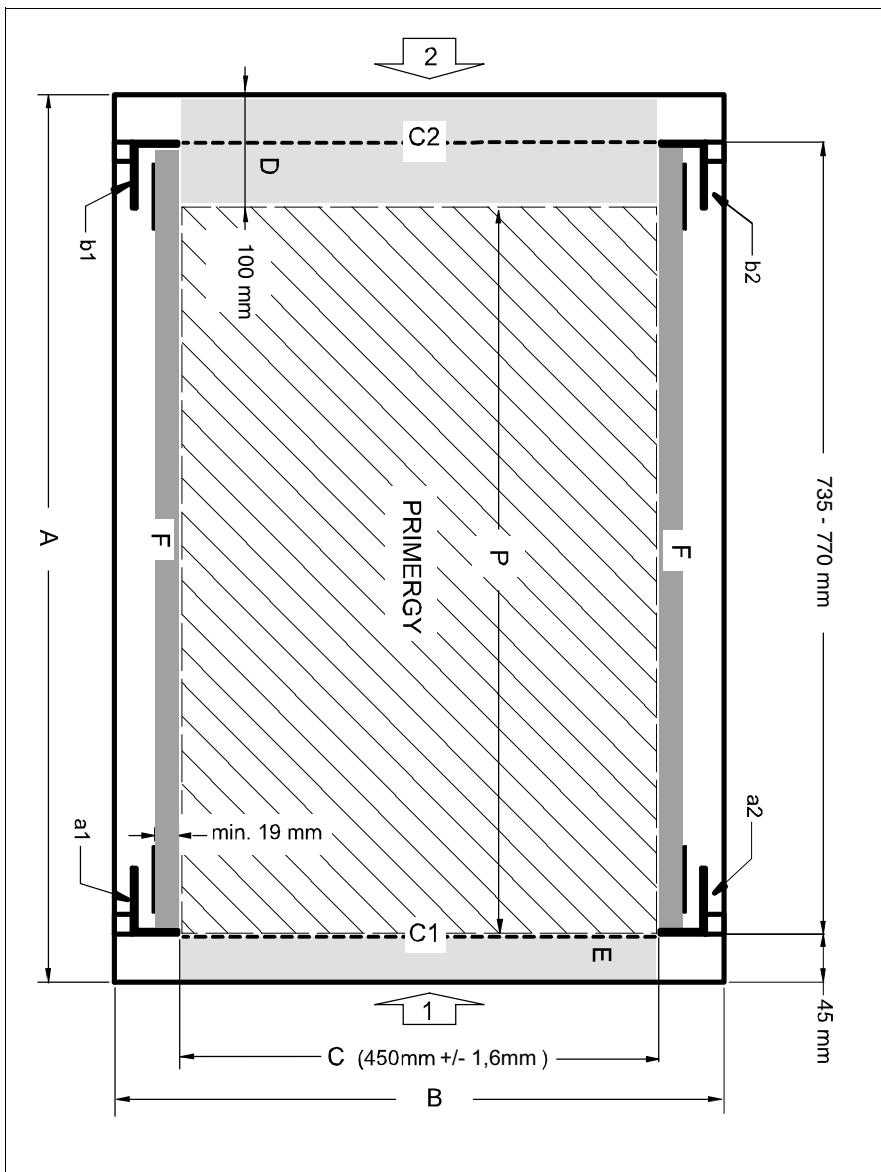

図 2: 機械的要件
- 設置寸法 (43 ページ の図 2 に記載の寸法を参照)